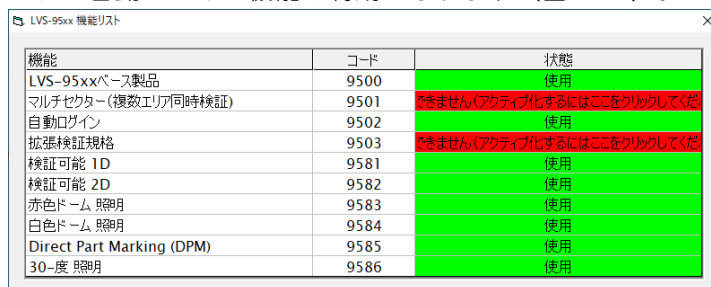

図32-4: ステータスが「使用」で、自動ログインが有効であることを示しています
4. これで自動ログイン機能が有効になります(図32-4)。